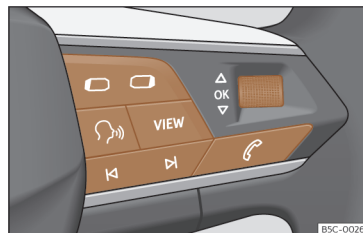

Fig. 56 Lado direito do volante multifunções: botões para utilizar os menus e as indicações informativas do painel de instrumentos (conforme versões).
Enquanto existir uma advertência com prioridade 1 >>> **Página 74**, não será possível aceder a nenhum menu. Algumas advertências podem ser confirmadas e ocultadas com o botão **OK** do volante multifunções >>> **Fig. 56**.
- Se aparecer uma mensagem ou o pictograma de um veículo, pressione o botão **OK** »» Fig. 56; se for necessário, várias vezes.
- Para mudar de menu use os botões ou »» Fig. 56.
- Para abrir o menu ou a indicação informativa exibida, pressione o botão **OK** »» Fig. 56 ou espere alguns segundos até que o menu ou a indicação informativa se abra automaticamente.
- No menu visualizado, rode a rodinha direita do volante multifunções »» Fig. 56 até que a opção de menu desejada fique realçada. A opção aparece assinalada.
- Pressione o botão **OK** »» Fig. 56 para realizar as alterações desejadas. Uma marca indica que a função ou o sistema em questão estão ativos.
Pressione o botão ou »» Fig. 56.